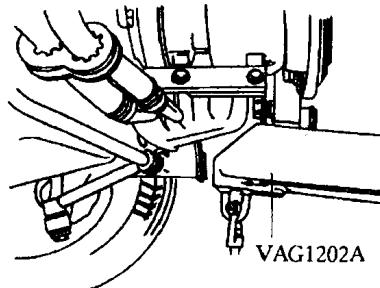

图 1-15
(15) 用装配吊架 V.A.G1202A 将发动机和变速器顶起，拧下发动机和变速器下部连接螺栓，如图 1-15 所示。